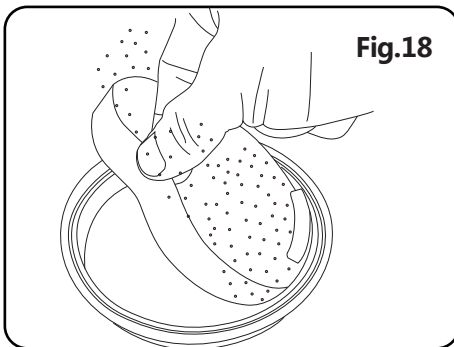

Fig.18
- (5) Zoals in fig.18, Haal eventuele resten vuil uit de filter.
(5) Comme indiqué sur la fig.18, retirez l' éponge de sortie.
(5) Como na fig.18, se tiver qualquer limpeza removível de cabelo.